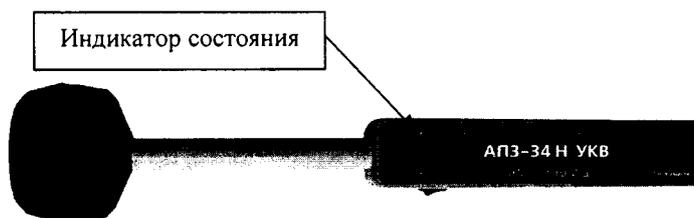

Рисунок 1
8.2.1. Включить питание АП-Е (АП-Н, АП-СВЧ) с помощью тумблера, расположенного на боковой поверхности ручки и контролировать мигание (один раз) индикатора состояния (светодиода) АП-Е (АП-Н, АП-СВЧ), что свидетельствует о готовности АП-Е (АП-Н, АП-СВЧ) к работе (рисунок 1).